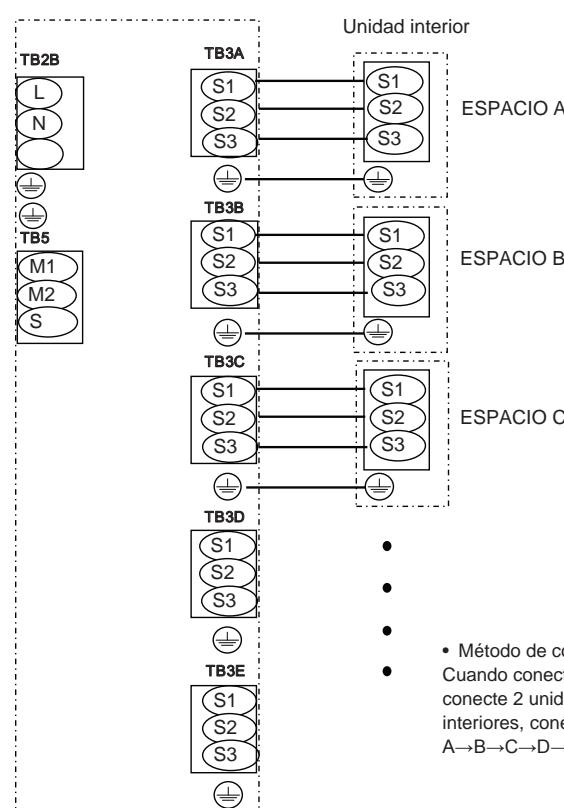

Fig. 8-9
8.2. Procedimiento de cableado exterior (Fig. 8-8, Fig 8-9)
⑤ Fuente de alimentación: 220/230/240 V 50 Hz, 220 V 60 Hz